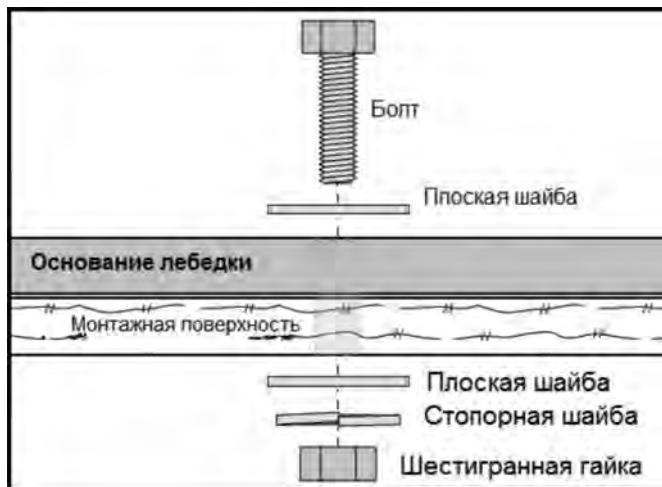

Рис. 2. Пример установки по типу "сквозного монтажа".
3. Используйте элементы крепления диаметром  $3/8"$  для закрепления лебедки на монтажной поверхности, как показано на рис. 2.